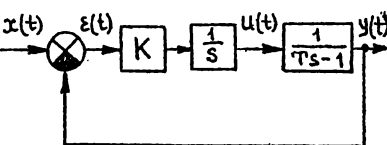

Рис.28
24. С целью устранения установившейся ошибки, вызванной ступенчатым воздействием $x(t)$, введите в передаточную цепь интегрирующее звено (рис.28). Исследуйте экспериментально устойчивость замкнутой системы, в которой реализуется интегральный закон регулирования $u(t) = K \int_0^t \varepsilon(\tau) d\tau$. Подтвердите результаты эксперимента теоретическим анализом.